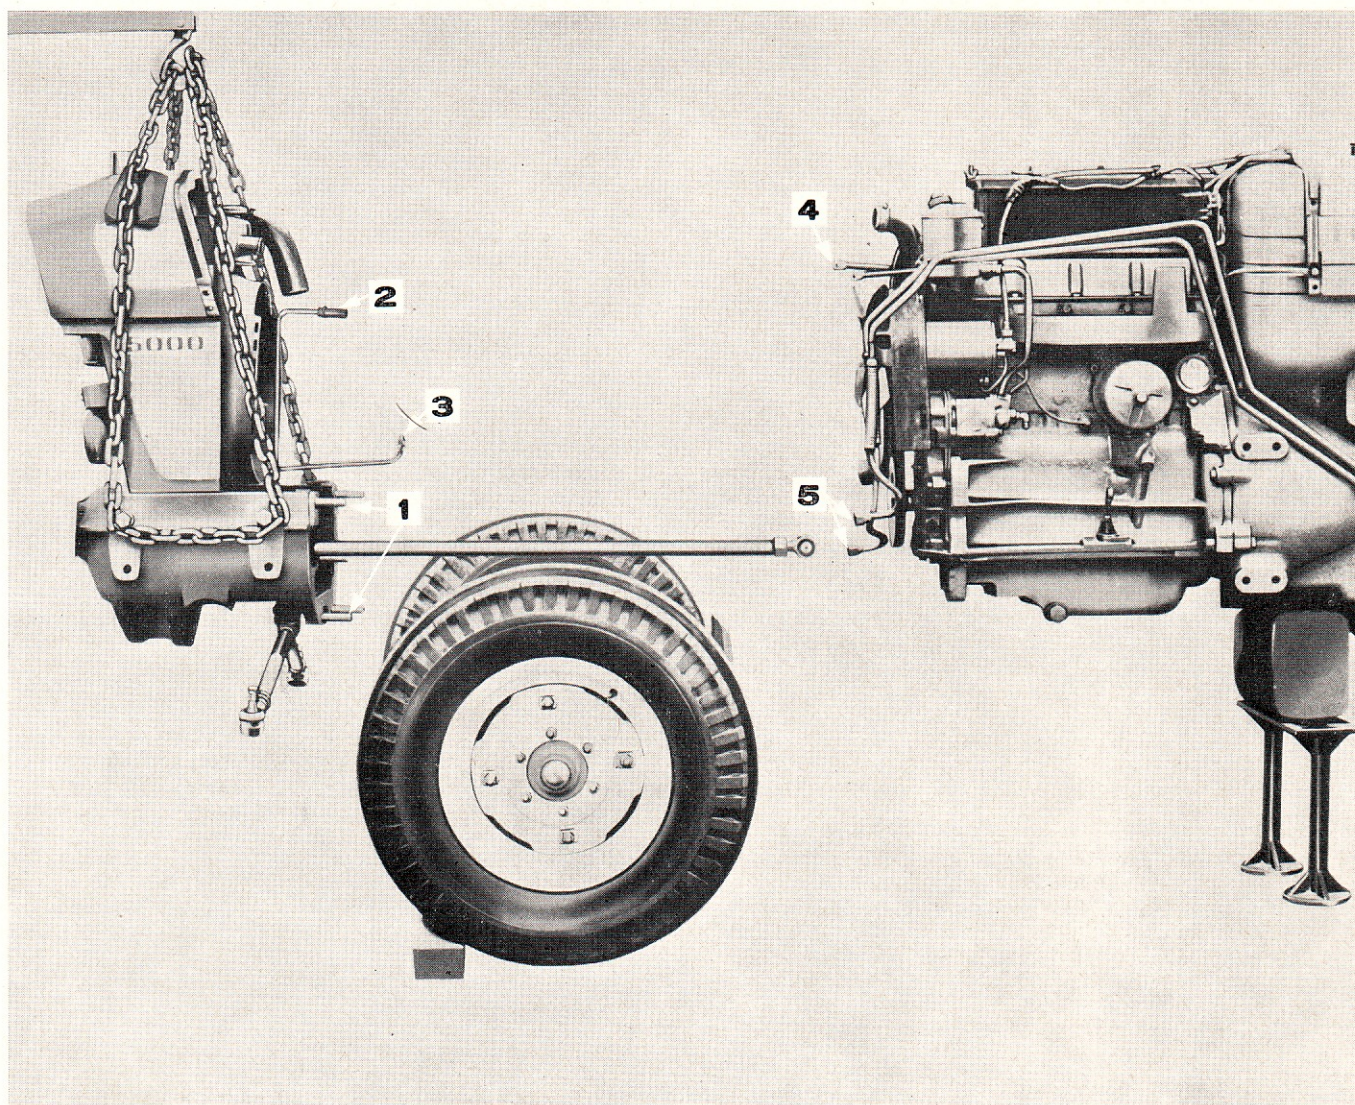

Figure 10: Séparation du train avant
8. Desserrer les colliers de bridage des durites et les débrancher du radiateur. Desserrer les colliers de manchette à air (fig. 10).